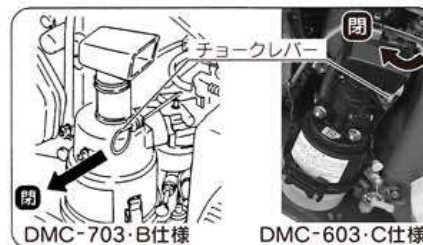

図12
- ③ チョークレバーを引いてチョークを閉じてください。(夏期間やエンジンが暖かいときは、チョークを作動させる必要はありません)(図12)